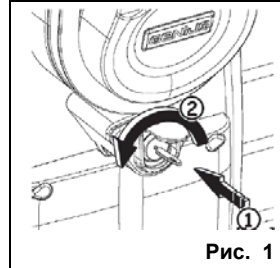

Рис. 1
1. Вставив ключ для доступа к механизму отпираания, повернуть стрелу до упора против часовой стрелки в положение "STOP" (Останов). Рис. 1